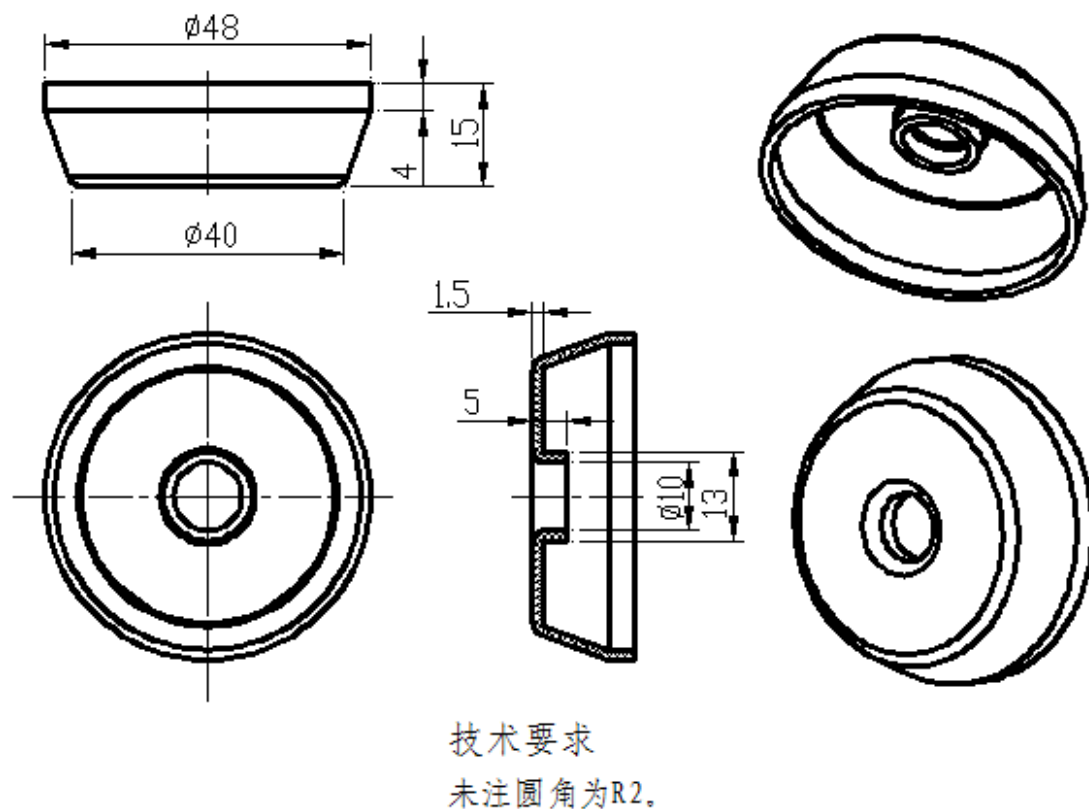

图 2-15 圆形盖
按照图2-15的要求，进行圆形盖塑件造型及注射模具型腔、型芯零件设计。
(1) 在F盘下建立考生文件夹，文件夹名称为考生准考证号，塑件三维造型及型腔、型芯设计所完成后的文件都存于此文件夹中。
(2) 根据图2-15对该塑件进行三维造型设计，文件名称为3DSJ。
(3) 完成该塑件的注射模具型腔、型芯零件设计，一模两穴。
(4) 分模文件名称为SJFM，型腔（cavity）和型芯(core)。